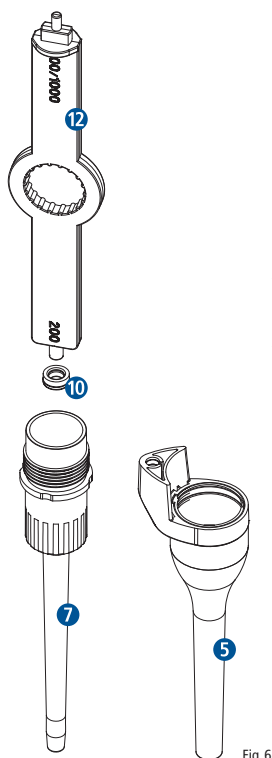

Fig. 6
- Saque la junta anular 10 utilizando la herramienta de montaje (Fig. 6) del cono de punta e intercámbielo (recambios de juntas anulares véase también 8 Información de pedido).